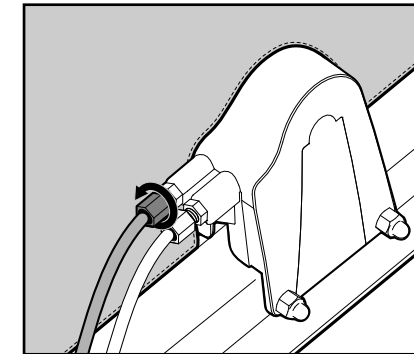

Figura 36
- c. Ajuste el cable girando el regulador de tensión correspondiente en el sentido contrario a las agujas del reloj para tensar el cable (Figura 36). Gire el regulador de tensión izquierdo para el freno del lado izquierdo y el regulador de tensión derecho para el freno del lado derecho.